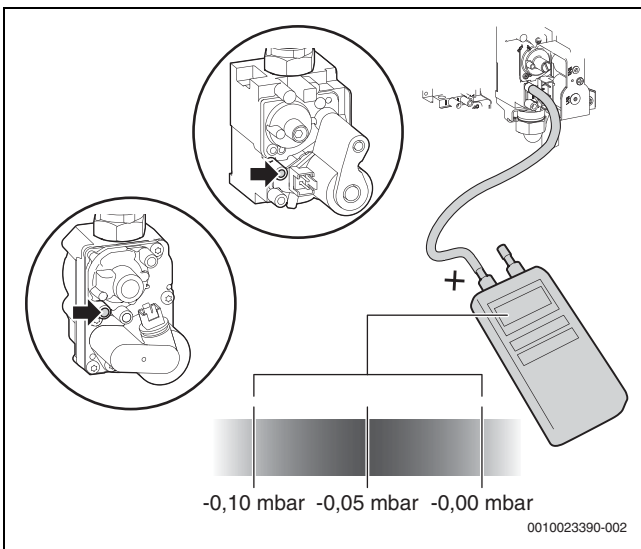

Fig. 43 Mesure de la pression différentielle
- ▶ Mesurer la pression différentielle de la vanne gaz (→ fig. 43). La pression différentielle idéale est de $-0,05$ mbar.